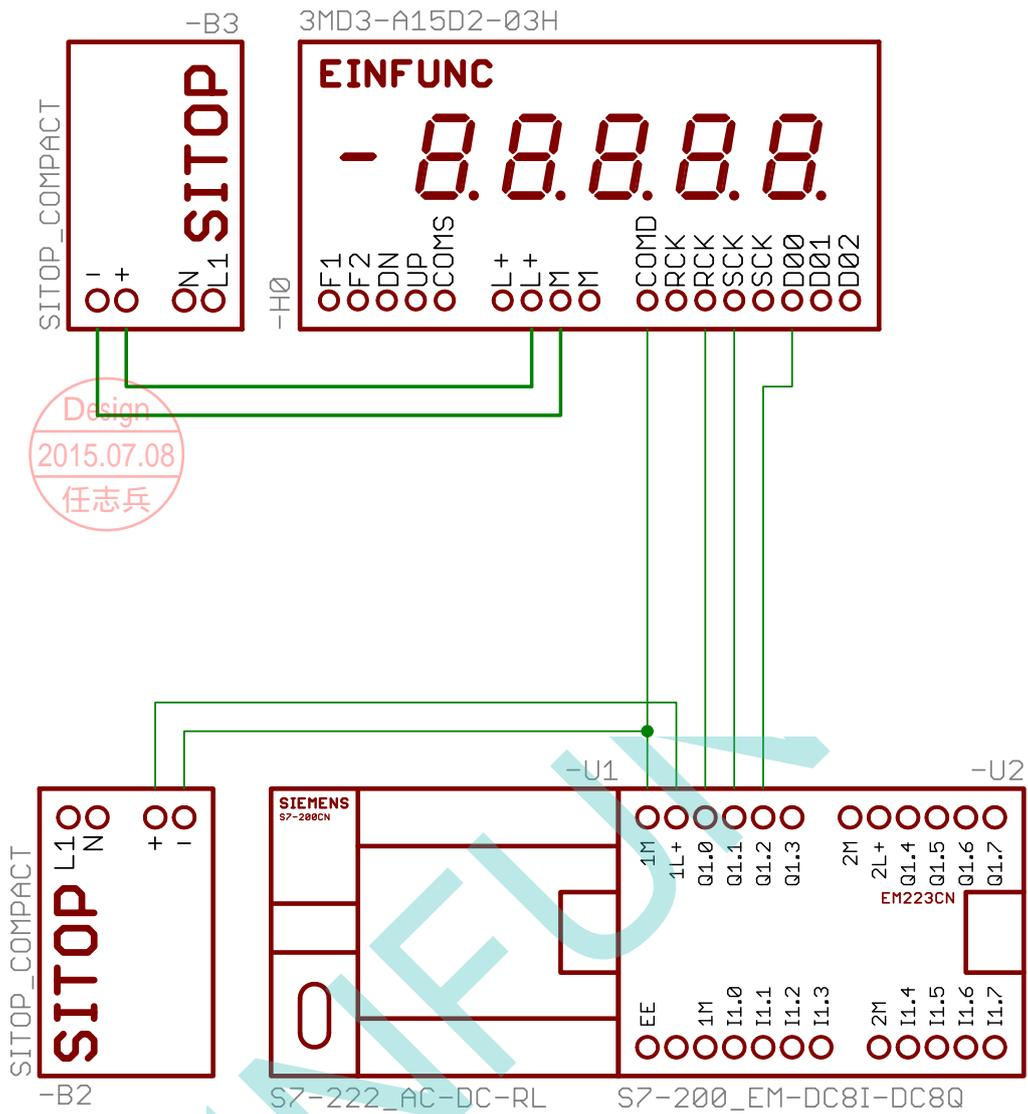

图2 S7-200连接一台3MD3-A15D2 03H 标准电源配置\_单数据线
见图 2。适用于数据格式及小数点均固定的应用。
- 固定显示参数是指显示模式、数据码型及小数点位置等信息都是固定不变的，用户只需用 M 键和 S 键在显示器上设定好即可，不必再多占用 PLC 的输出点来传输显示参数，PLC 只需向显示器的 D00 数据端发送要显示的数据就可以了，见图 2。这种方式最节省硬件和软件资源，缺点是灵活性较差。表 5 是显示参数功能表。